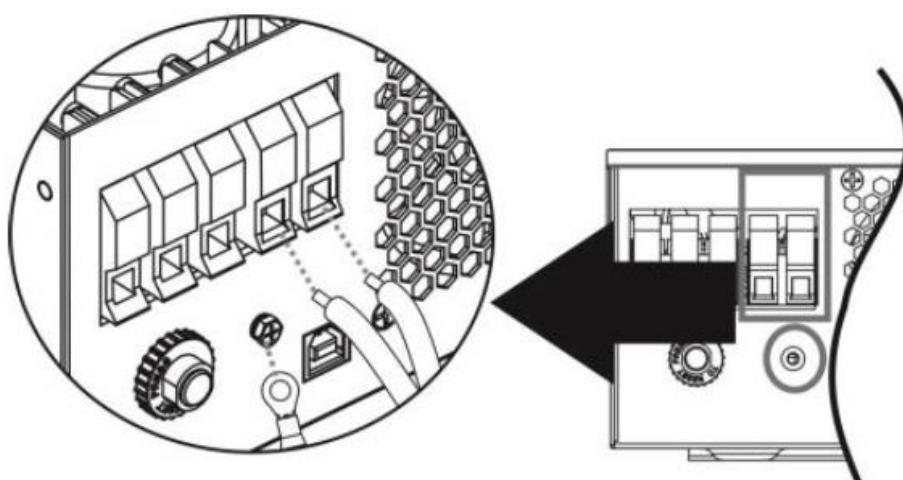

Рисунок 5.7 – Подключение проводов выхода переменного тока к инвертору.
**Шаг 4.** Вставьте провода выхода переменного тока, соблюдая полярность, указанную на клеммной колодке, и затяните винты клемм (рисунок 5.7). Сначала присоедините провод защитного заземления PE .